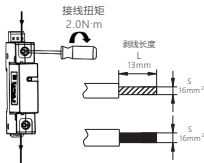

图8 NU5-II接线方式
5.4 适用于铜导线连接，导线选择见表2，接线方式及剥线长度示意如下图8。